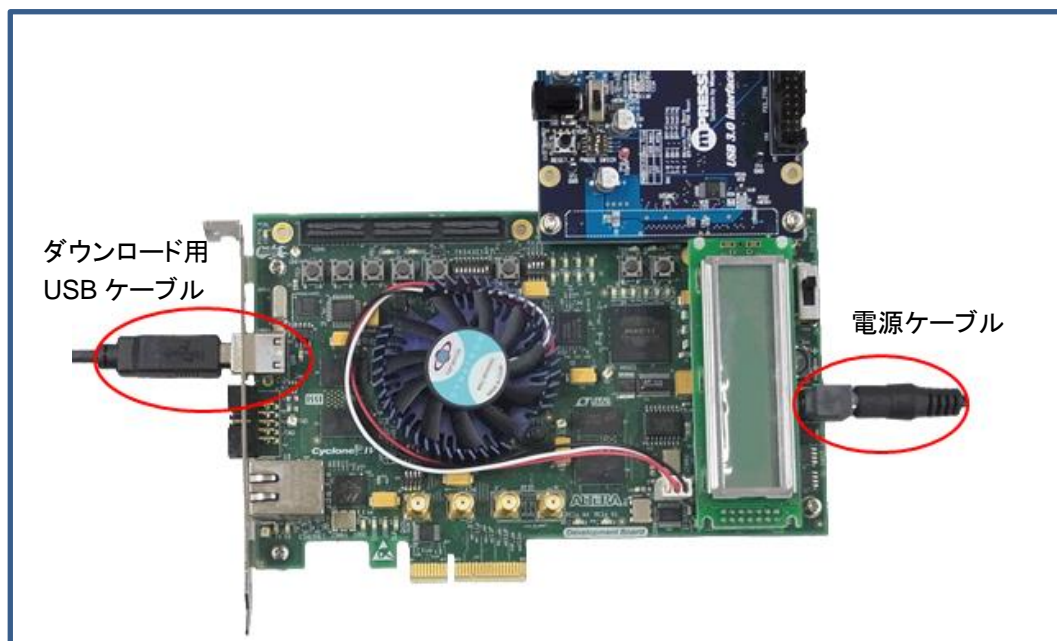

図 5-4. 電源ケーブルと USB ケーブルを接続
4、Cyclone IV ボード付属電源と.sof ダウンロード用 USB ケーブルを接続して下さい。(図 5-4 参照)